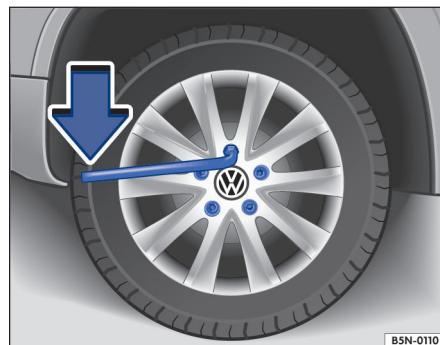

图 191 更换车轮：松开车轮螺栓
- 将车轮扳手套到车轮螺栓上，然后推到限位位置→图 191。